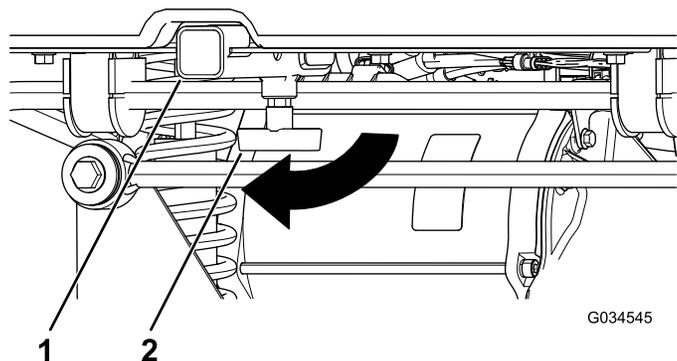

Figura 15
- Desaperte a pega em “T” rodando-a no sentido dos ponteiros do relógio (Figura 15).
- Insira o acessório no recetor até que os orifícios fiquem alinhados (Figura 15).